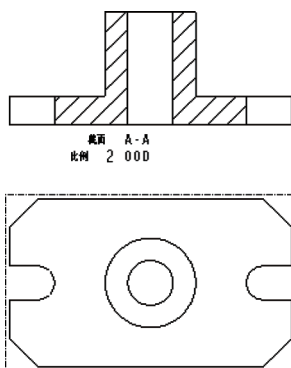

图 11-28 设置投影视图的显示效果
- 4) 切换到“视图显示”类别选项，从“显示样式”下拉列表框中选择“消隐”选项，从“相切边显示样式”下拉列表框中选择“无”选项，然后单击“应用”按钮。此时，效果如图 11-28 所示。